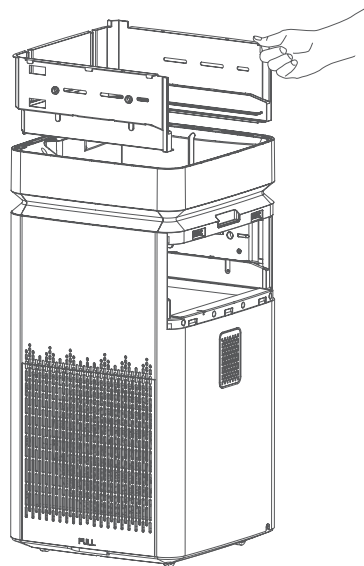

Fig. 9
4. Se sulla guaina protettiva di gomma si accumula della polvere, rimuovere il pannello superiore ed estrarre il filtro composito catalizzatore. Poi togliere la guaina protettiva di gomma e lavarla in acqua. Lasciarla asciugare per più di 24 ore (si raccomanda ogni 6 mesi)(Fig 9).